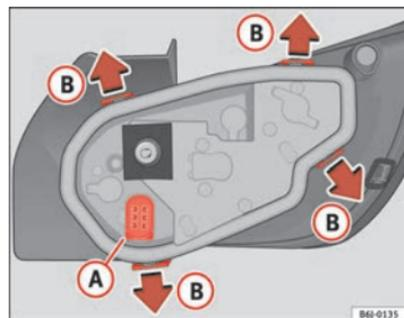

Fig. 145 Substituição das lâmpadas luzes traseiras
- Retire o porta-lâmpadas, separando-o da carcaça. Para o fazer, pressione as patilhas (B) no sentido das setas ⇒ fig. 145.